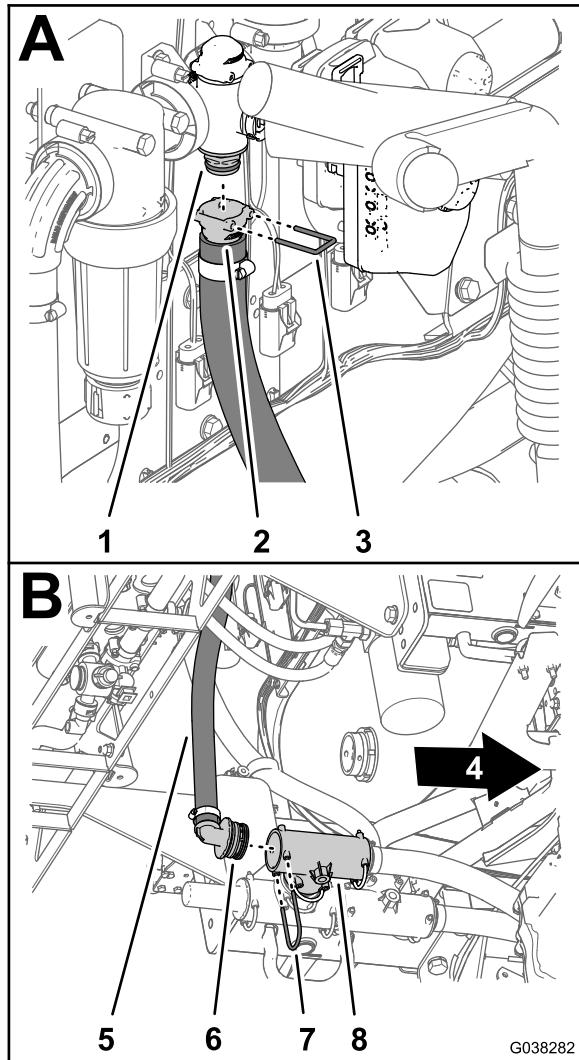

图64
1. 使用随软管提供的卡环小将回流软管的快速连接直通宝塔形接头2.5 x 71cm安装到喷洒率阀的快速联轴器上 图64。
3. 将回流软管的 90° 宝塔接头装入内侧 T 形接头的后端口 图64。